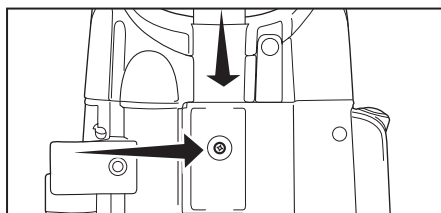

Imagen 1
- Retire el tornillo del mango ubicado en la parte trasera de la aspiradora (Imagen 1). Inserte el mango hacia abajo en el cuerpo de la aspiradora. Inserte el mango hacia abajo en el cuerpo de la aspiradora. Inserte el tornillo y apriételo.